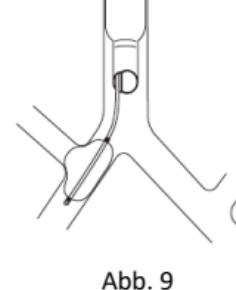

Abb. 9
3. Für rechte Thorakotomie positionieren und befüllen Sie die Blockermanschette so, dass sie leicht in den Oberlappenbronchus eindringt. Dies hilft, die Blockermanschette in Position zu bringen und den rechten Hauptstammbronchus sicher zu blockieren (Abb. 9).